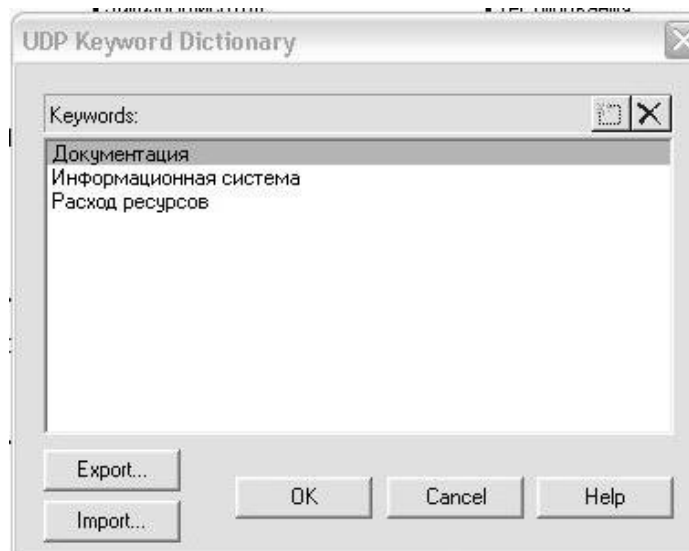

Рис.6.1. Словарь ключевых слов UDP
1. Перейдите в меню Dictionary/UDP Keywords и в диалог UDP Keyword List внесите следующие ключевые слова UDP (рис. 6.1):